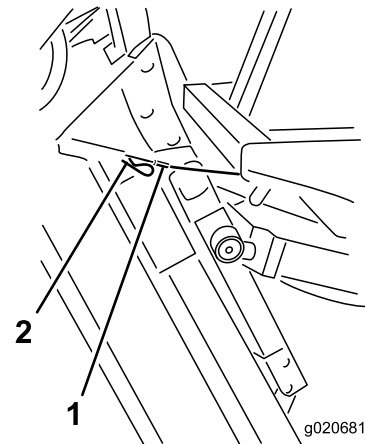

Figura 83
6. Sujetando la carcasa de corte en posición vertical, coloque el extremo del cable sobre el pasador del brazo de elevación de la carcasa y fíjelo con el pasador de horquilla (Figura 83).